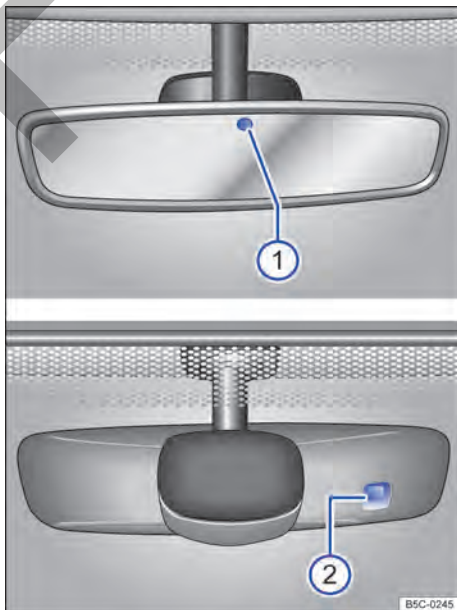

Fig. 76 En el parabrisas: espejo retrovisor interior antideslumbrante automático.
◀ Las posibles causas de averías e interpretaciones erróneas en la zona de la superficie sensible → **fig. 76** del sensor de lluvia son, entre otras:
Cuando se conecta el encendido, los sensores miden la incidencia de luz. Hay 2 sensores en el espejo retrovisor interior, uno que mide la incidencia de luz por *delante* → fig. 76 ① y otro que mide la incidencia de luz por *detrás* ②. En función de los valores medidos, el espejo retrovisor interior se oscurece automáticamente.